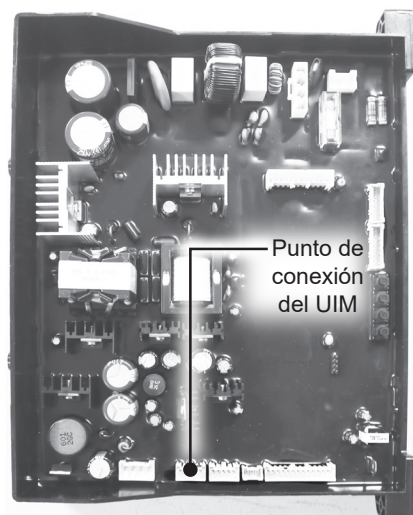

Figura 16 - Desconexión del UIM de la PCI
- 10 Con la Figura 16 como referencia, desconecte el mazo de cables del UIM de la PCI.